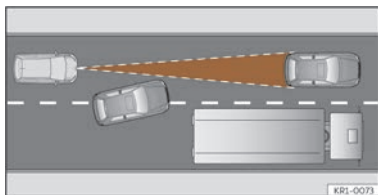

Fig. 145 Autovehicul schimbând benzile.
- Autovehicule care intră pe banda dumneavoastră la o distanță mică față de autovehiculul dumneavoastră >>> **fig. 145.**